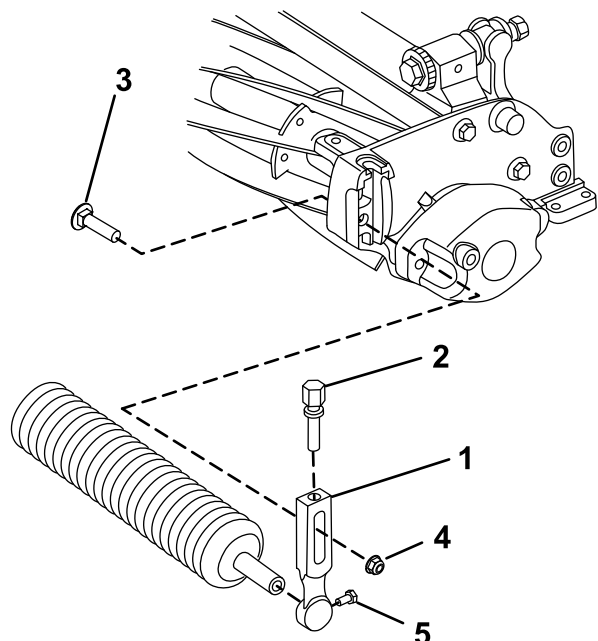

图 3
- 卸下将其中一个剪草高度臂固定至滚刀组侧板的防松螺栓及凸缘锁紧螺母 图 3。
2. 旋松剪草高度臂上的滚筒安装螺丝 图 3。
3. 将滚筒轴滑入滚刀组另一端上的剪草高度臂中 图 3。
4. 将剪草高度臂滑到滚筒轴上 图 3。
5. 用之前卸下的剪草高度臂和紧固件将滚筒松松地固定到滚刀组上 图 3。
7. 拧紧滚筒安装螺丝 图 3。